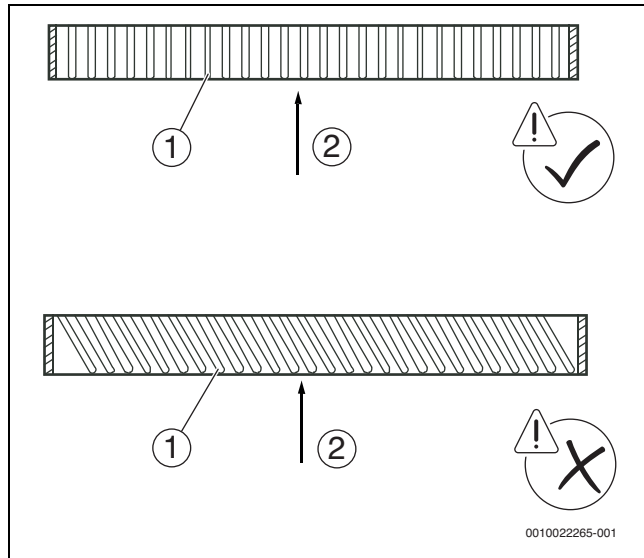

Bild 9
- Die Lamellen des Lufteinlassgitters so ausrichten, dass sie parallel zur Lufteinströmrichtung stehen. Wenn die Ausrichtung der Lamellen am Lufteinlassgitter und die Lufteinströmrichtung nicht übereinstimmen, entstehen störende Geräusche (→ Abbildung 9).